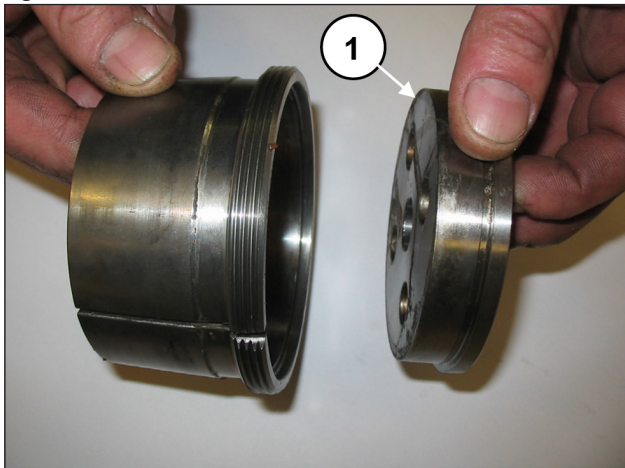

Fig. 21
Separe a flange de bloqueio da bússola de pressão (pos. ①, Fig. 21).